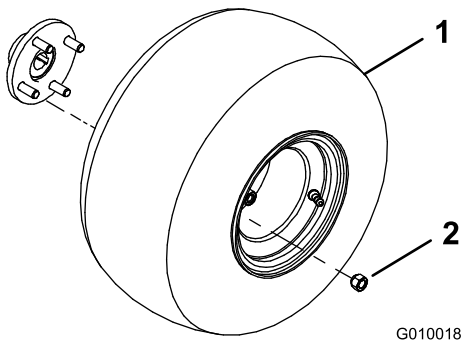

Figure 3
2. Montez une roue sur chaque moyeu de roue arrière (Figure 3).
3. Montez les écrous de roue (Figure 3) et serrez-les à un couple de 61 à 75 N m.